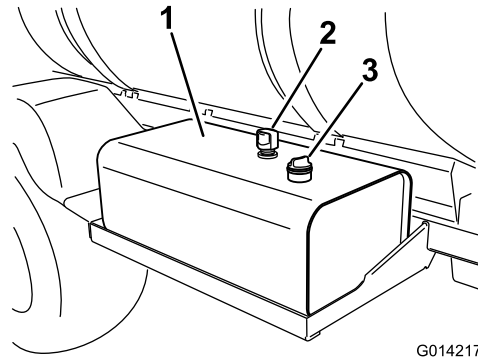

Figure 139
2. Nettoyez la surface autour du bouchon-jauge du réservoir de liquide hydraulique et enlevez-le (Figure 139).